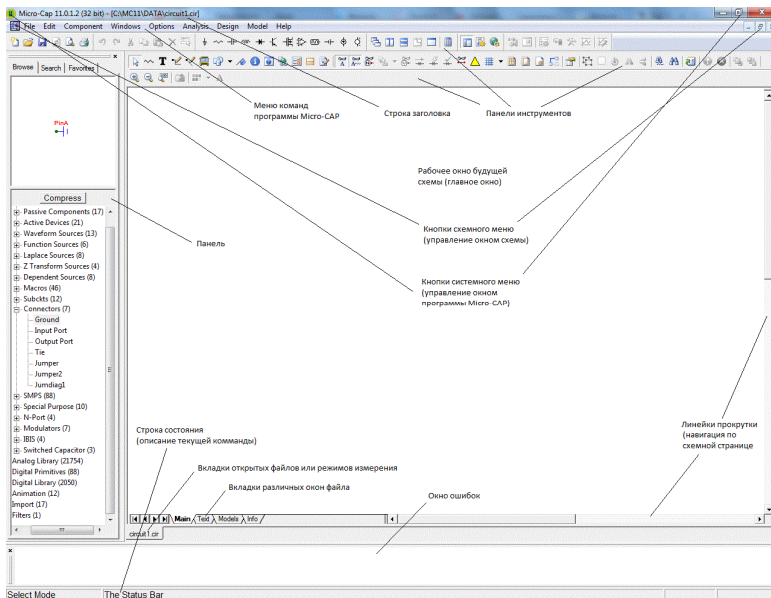

Рис. 1.1. Окно программы Micro-CAP
В интегрированном пакете Micro-CAP (MC) используется стандартный многооконный интерфейс с ниспадающими и разворачивающимися меню. После запуска программы экран монитора имеет вид, представленный на рис. 1.1.
Данное меню повторяет панель (рис. 1.1, ) **Panel** из меню **Options** и содержит каталог библиотек аналоговых и цифровых компонентов. Он имеет систему разворачивающихся иерархических меню, открывающихся при наведении на них курсора мышью: